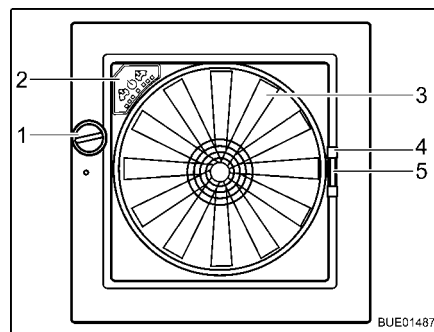

Bild 127 Taklucka Omni-Vent
- Öppna:** ■ Vrid på vredet (Bild 127,1) tills önskad öppningsvinkel har nåtts.
- Stänga:** ■ Vrid på vredet (Bild 127,1) tills takluckan är helt stängd.
- Stänga:** ■ Dra insektsskyddet i handtaget (Bild 127,4) till motstående ramsida.
- Tryck ihop mörkläggningsgardinens handtag (Bild 127,5).
- Fläkt** När takluckan är öppen kan kupén ventileras och vädras med fläkten (Bild 127,3) i 6 nivåer. Fläkten regleras via reglagen (Bild 127,2).